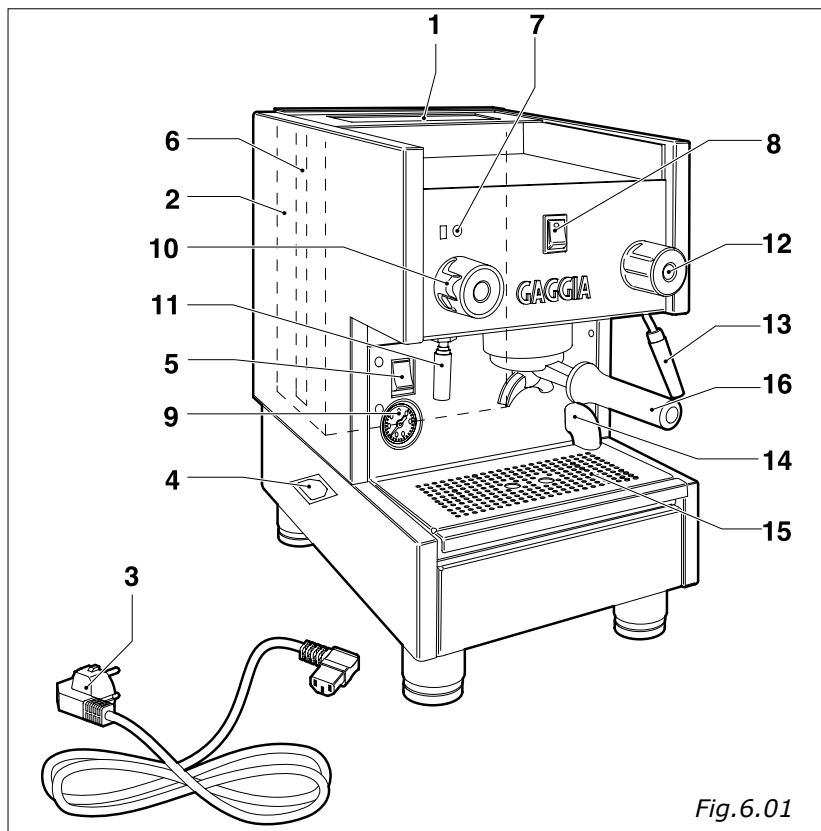

Fig. 6.01
- L'autolivello si metterà in funzione, contemporaneamente alla spia relativa (Fig.6.01-pos.8), affinché l'acqua arrivi a raggiungere il livello normale nella caldaia. Questa operazione, solo nel primo caricamento, può impiegare un tempo abbastanza lungo e determinare il blocco della macchina; nel caso spegnerla e riaccenderla agendo sull'interruttore generale (Fig.6.01-pos.5).
- Attendere quindi che la macchina raggiunga la pressione d'esercizio " 1,2 - 1,3 BAR" controllando sul manometro (Fig.6.01-pos.9) la pressione caldaia.
- Disporre una o due tazze sotto il portafiltro (Fig.6.07), posizionare l'interruttore caffè (Fig. 6.01-pos.8) su "I" il caffè inizierà ad uscire.